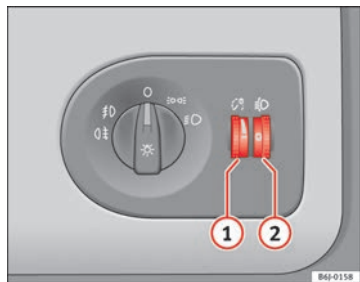

Fig. 56 Planche de bord : régulateurs d'éclairage des cadrans et commandes et du site des projecteurs
Lorsque l'éclairage est mis, la luminosité du rhéostat d'éclairage des cadrans et des commandes peut toujours être réglée en tournant la molette → fig. 56 ①.